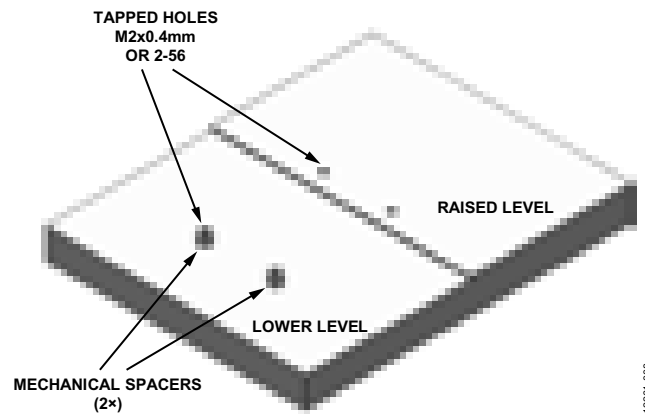

图8. 支架和垫片明细图
- 垫片高度应等于PCB表面与底板下平面之间的距离，如图8所示。